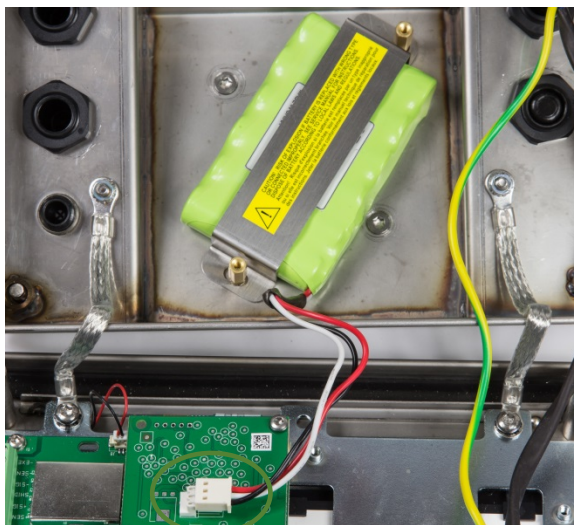

Figure 2-22: Batterie NiMH installée dans l'IND236
- Placez la batterie dans le boîtier et fixez-la en place à l'aide du support fourni et de deux boulons hexagonaux, comme indiqué à la Figure 2-22.
3. Attachez le câble de la batterie au connecteur du tableau de chargement, indiqué à la Figure 2-22.